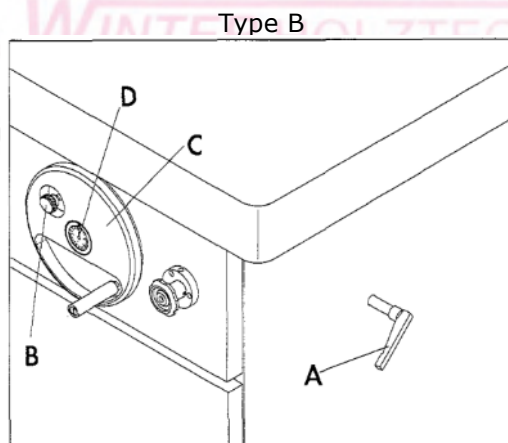

Abbildung 14 Handrad Höhenverstellung
- Vor Verstellung der Spindelhöhe müssen der Arretierhebel (A) und der Knopf (B) Abb.14 gelöst werden.
- Zur Verstellung der Spindel nach unten muß das Handrad (B) im Uhrzeigersinn gedreht werden.
- Sobald die gewünschte Spindelhöhe erreicht ist, sind der Knopf (B) und der Arretierhebel (A) festzuziehen.
- Die Anzeige (D) dient zur Feineinstellung der Spindel